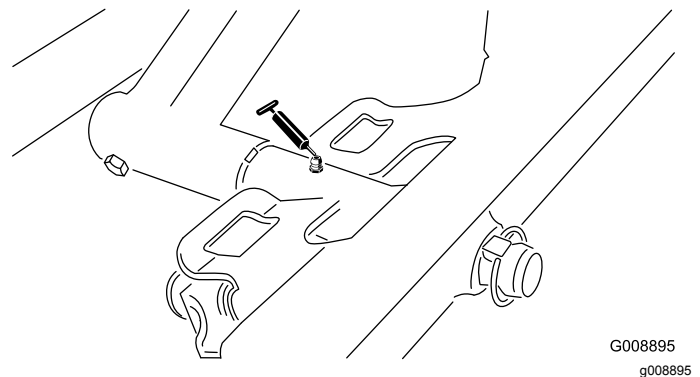

Figura 28
- Pivote de la unidad de corte delantera (Figura 28).